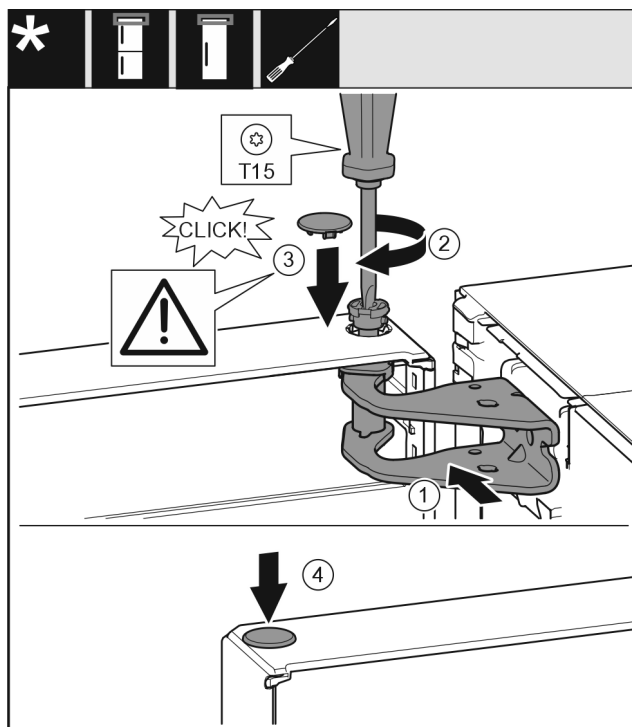

Fig. 21
- ▶ Tür oben zur Öffnung im Lagerbock ausrichten. Fig. 21 (1)
- ▶ Bolzen einsetzen und mit Schraubendreher T15 festschrauben. Fig. 21 (2)
- ▶ Sicherungsabdeckung zur Sicherung der Tür montieren: Sicherungsabdeckung einsetzen und Kontrollieren ob sie auf der Tür aufliegt. Ansonsten Bolzen vollständig einsetzen. Fig. 21 (3)
- ▶ Stopfen einsetzen. Fig. 21 (4)